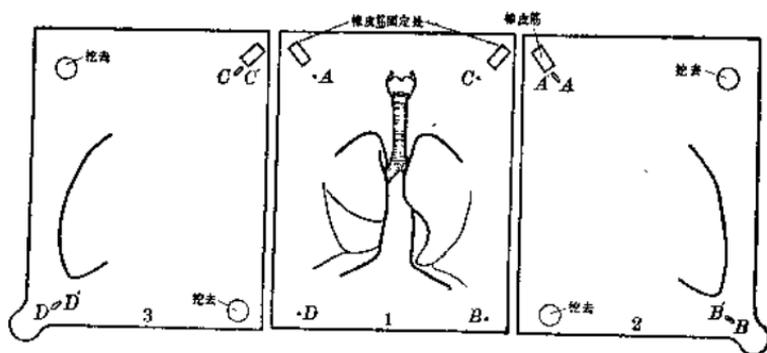

图 2-28
1. 先在白纸上画好肺叶和气管的完整底稿。取三张片基分别覆在底稿上描绘肺的各个部分（图 2-28）。着色时要